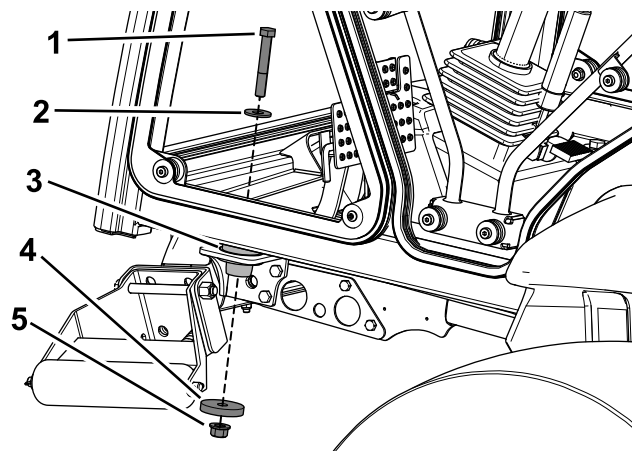

図 25
5. ボルト1/2 x 3/4 インチ、ワッシャ直径1-3/8 インチ、ワッシャ2 1/4 インチ、ロックナットを使って、キャブを前マウントに固定する 図 25。